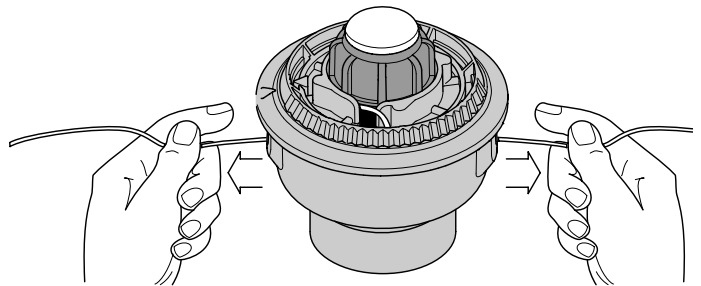

Fig. 25
9. Si el bobinado de la línea se torna dificultoso o la línea se enreda, tire de los extremos de la línea de la bobina. Continúe bobinando el carrete interior en sentido antihorario (Fig. 25).
4. Sostenga el carrete interior en su lugar e instale la botón de tope, el resorte y el sello de espuma presionando y girando la botón de tope en sentido horario. Tome los extremos y tire con firmeza para soltar la línea de las ranuras de fijación en el carrete interior (Fig. 25).
Si el SpeedSpool® no suelta línea en forma correcta, tire firmemente de los extremos de la línea de la bobina (Fig. 25). Si al hacer esto la línea no se suelta, siga las instrucciones de *limpieza del SpeedSpool®* a continuación.